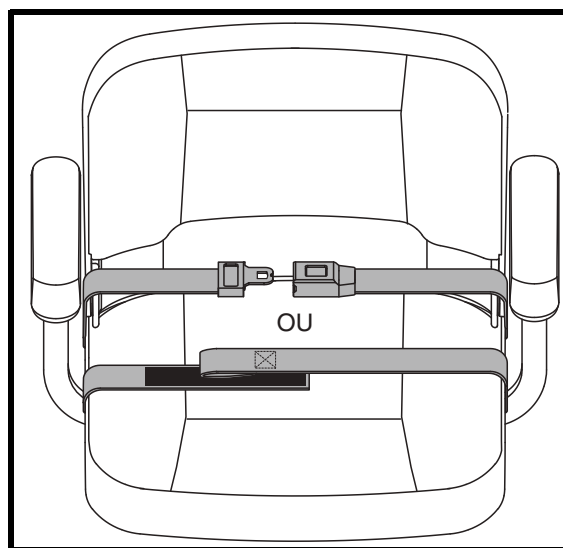

Figure 20. Ceinture de positionnement—De type attache in métal ou Ceinture de positionnement—Crochet réutilisable et boucle de fixation
1. Insérez l'onglet de la ceinture côté droit dans la boucle de ceinture côté gauche jusqu'à ce que vous entendiez le "clic". **Voir la figure 20.**
1. Alignez les deux côtés de la ceinture en plaçant les deux bouts directement au-dessus du côté de l'attache ("crochet") du côté opposé de la ceinture. Pressez fermement ensemble pour attacher. **Voir la figure 20.**